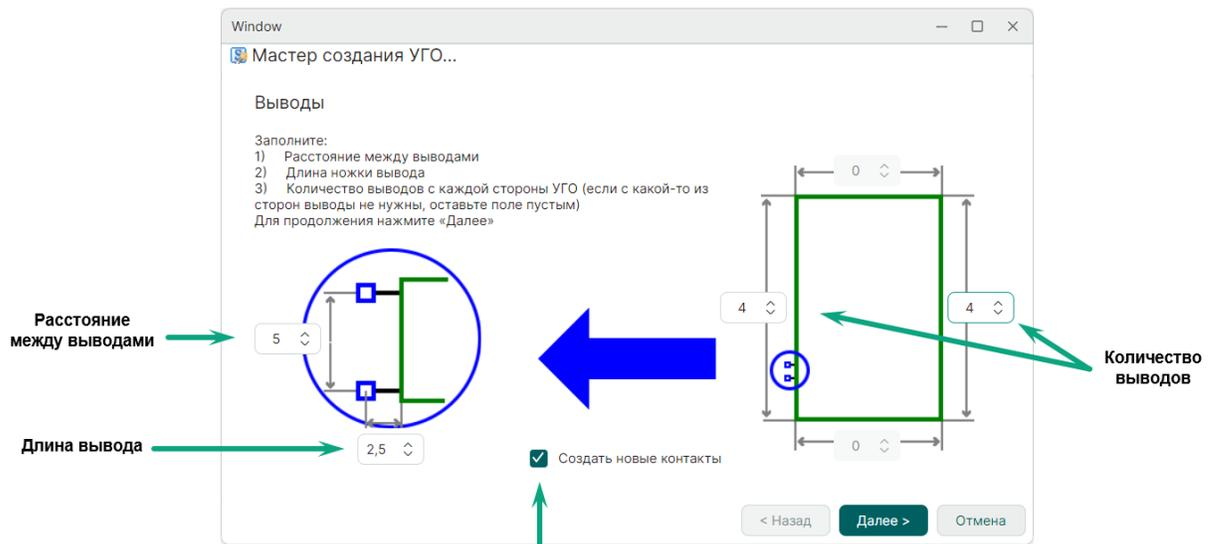

Рис. 234 Настройка параметров выводов
3. Определите данные о выводах, см. Рис. 234.